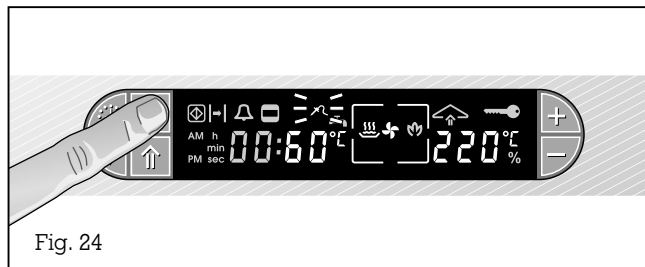

Fig. 24
- Premete due volte il tasto ^ (Termosensore nucleo). Sul display lampeggia il simbolo ^ (Termosensore nucleo) ed appare il valore proposto pari a 60 °C (Fig. 24).